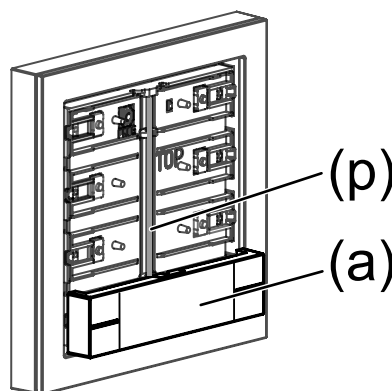

рисунок 6: Расположение клавиши прямо
- Расположите клавишу (a) прямо (см. рисунок 6).